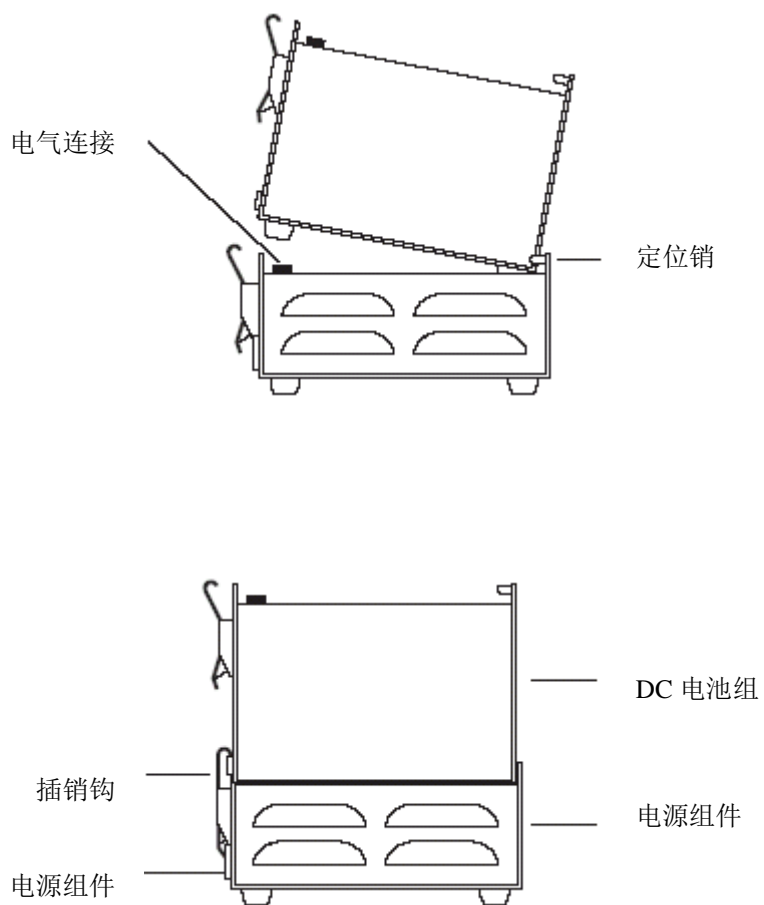
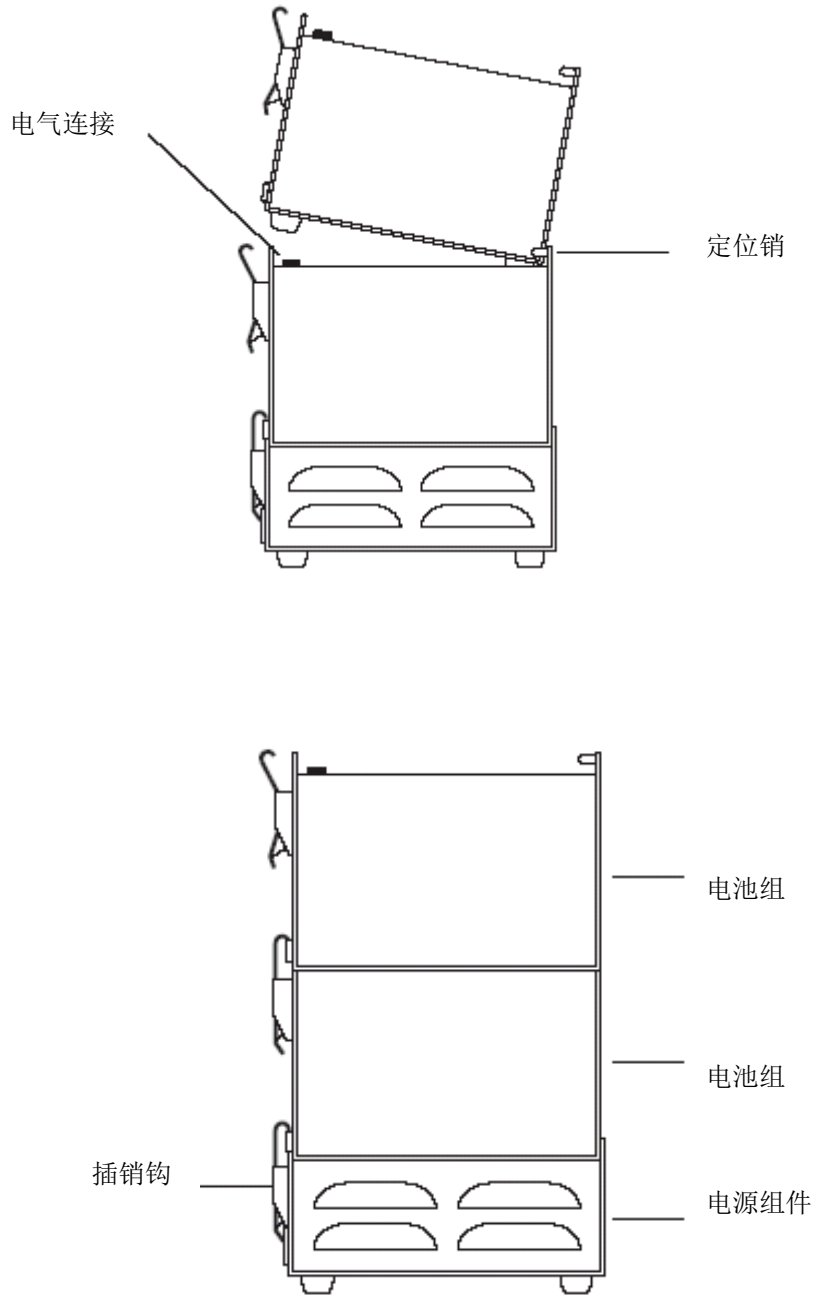

图 2.2 电源组件的架设(单个电池组)
图 2.3 电源组件的架设(多个电池组)
- 1)将电池组连接到电源组件上(参见图 2.2)。可以将多个电池组连接到电源组件上(参见图 2.3)。